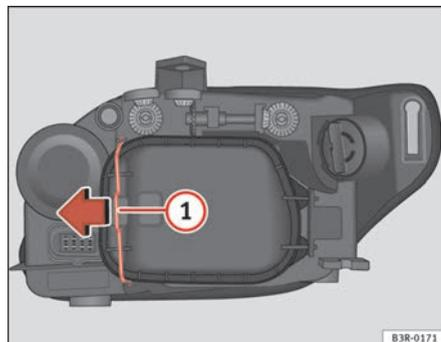

Fig. 216 Lámpara luz de posición
Aunque no es necesario, extraer previamente la tapa rígida ⇒ página 287, fig. 216, facilita el cambio de la lámpara de luz día. ■
- Desplace el tirante ⇒ fig. 216 ① en el sentido de la flecha y saque la tapa rígida separando primero el lado del tirante y sacando después las dos pestañas del extremo contrario de la tapa.